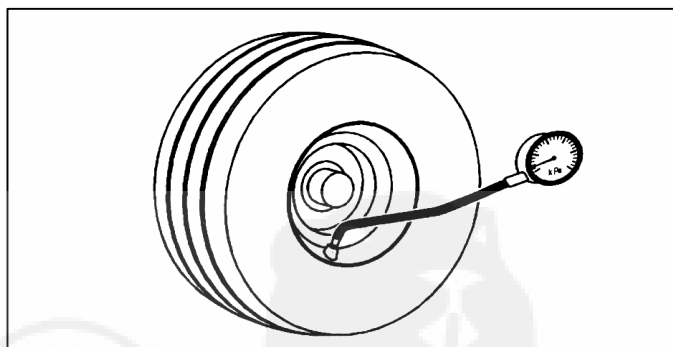

Fig. 10
2. Bijpompen of aflaten indien nodig (fig. 10)